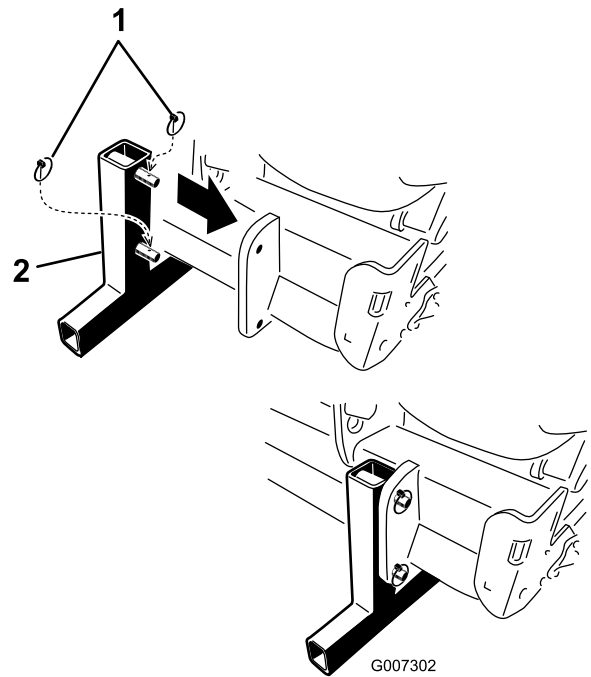

Figura 43
2. Instale los soportes de almacenamiento y sujételos a la máquina con los pasadores de seguridad (Figura 43).